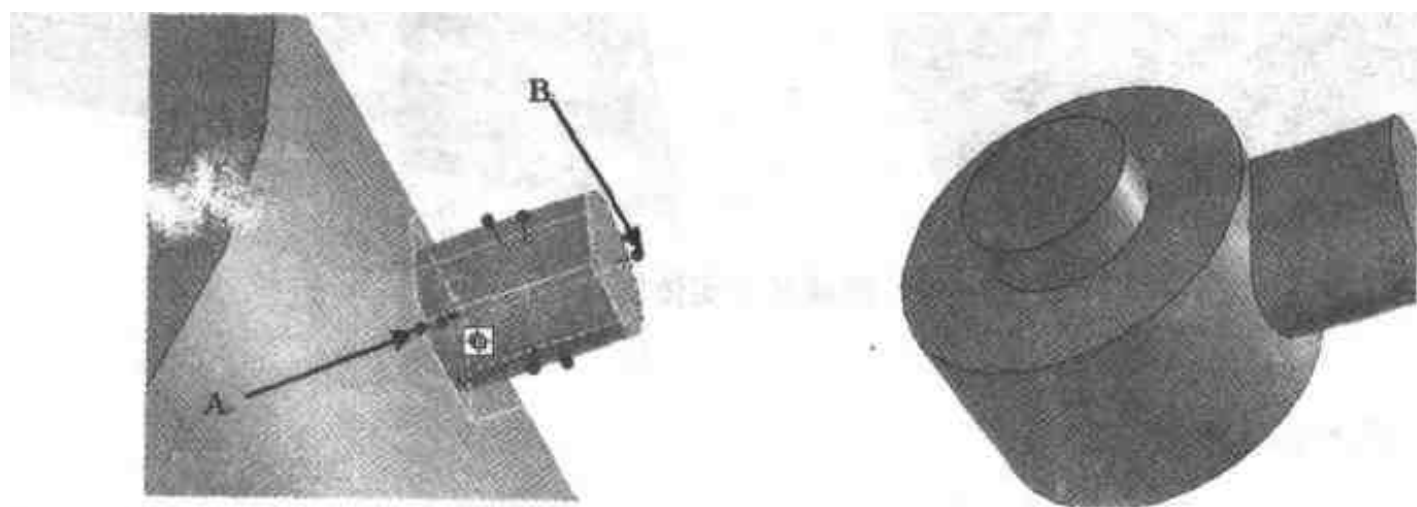

图 2.6 生成相贯体
- (6) 关闭【三维球】，按住 Shift 键的同时拖动如图 2.6 所示的手柄 A 到第 2 个圆柱体的中心，然后右击手柄 B，将高度改为 350，长度改为 190，单击【确定】按钮，可以生成两个相贯的圆柱体，如图 2.6 右图所示。